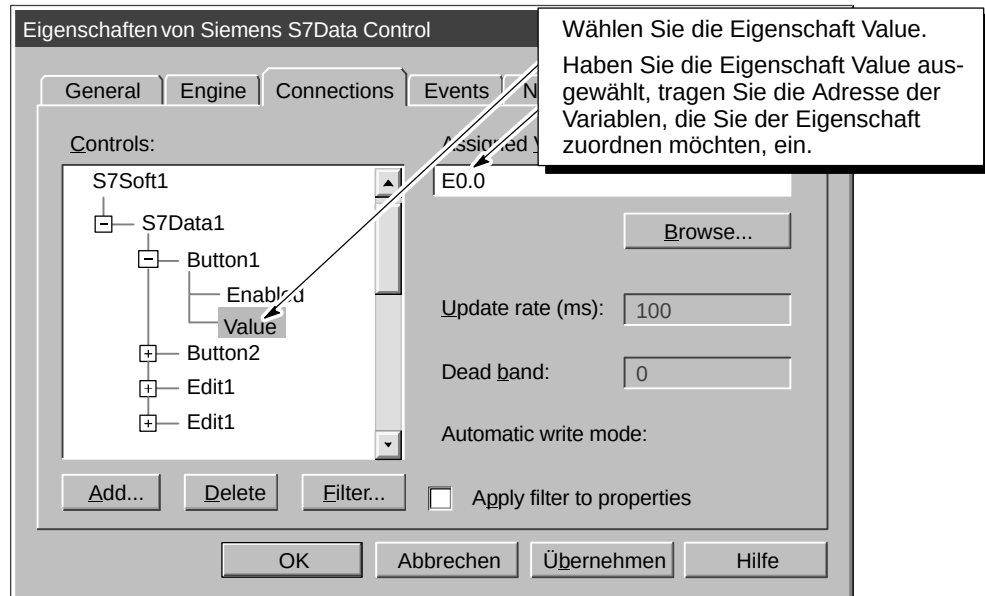

Bild 1-9 Zuordnen einer Variablen in der Control Engine zu einer Eigenschaft eines Control
7. Wählen Sie die Eigenschaft Value des Control (siehe Bild1-9).